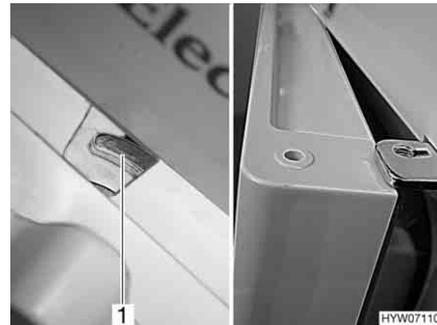

Fig. 141 Porta del frigorifero/del vano congelatore in posizione di ricircolo d'aria (serie Dometic 7 con vano congelatore separato)
- Spostare il dispositivo di bloccaggio completamente verso destra. La porta del frigorifero/porta del vano congelatore è bloccata con l'ausilio dell'arresto della porta (Fig. 141,1). In questo modo la porta del frigorifero/porta del vano congelatore rimane ferma in posizione socchiusa (Fig. 141).